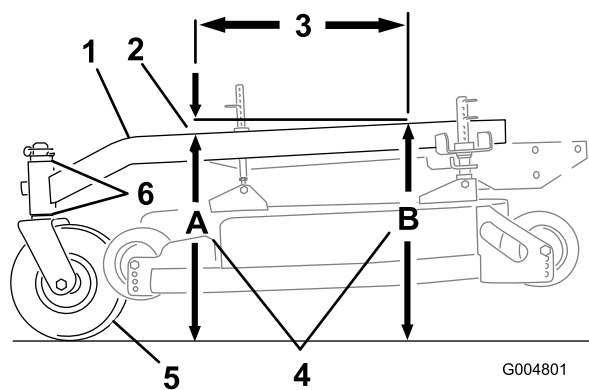

Figura 54
Il telaio portante deve avere un'inclinazione da 3 a 9 mm per la lunghezza di 61 cm sul telaio portante (Figura 54).
- Misurate la sporgenza di 61 cm sul telaio portante (Figura 54).
- Misurate l'altezza del telaio portante al punto **A** (Figura 54).
- Misurate l'altezza del telaio portante al punto **B** (Figura 54).
- L'altezza al punto **A** deve essere di 6-10 mm inferiore rispetto al punto **B** (Figura 54).
- Se il telaio portante non è inclinato correttamente, spostate i distanziali orientabili in modo da ottenere un angolo di inclinazione di 6-10 mm (Figura 54). Spostate i distanziali dall'alto o dal basso per ottenere l'inclinazione corretta.